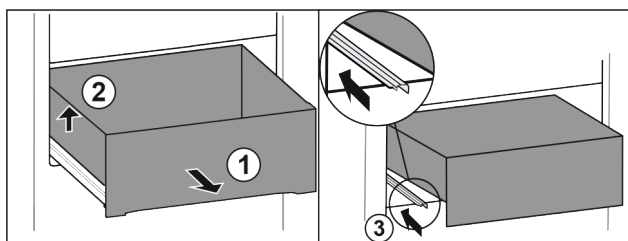

Fig. 127
- A fiókot ütközésig húzza ki. Fig. 127 (1)
- Emelje meg a fiók bal oldalát. Fig. 127 (2)
- Tolja be a bal oldali sínt. Fig. 127 (3)